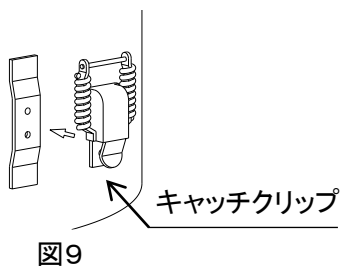

図9
(2) 水飛散防止カバー(OMC-027-4X)の取付方法
- ①ミストキャッチに、キャッチクリップを付属のM3ビスで3箇所取り付けて下さい。(図9)
(3) 排気ダクト取付カバー(OMC-027-5X1)の取付方法